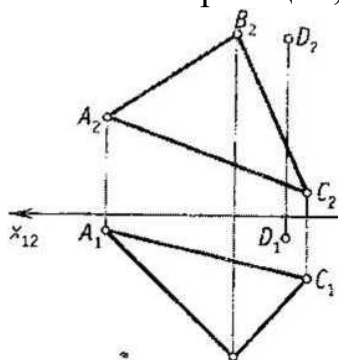

Рисунок 1.1.
2. Через точку D провести прямую, перпендикулярную плоскости  $A(ABC)$  общего положения, (рисунок 1.1)